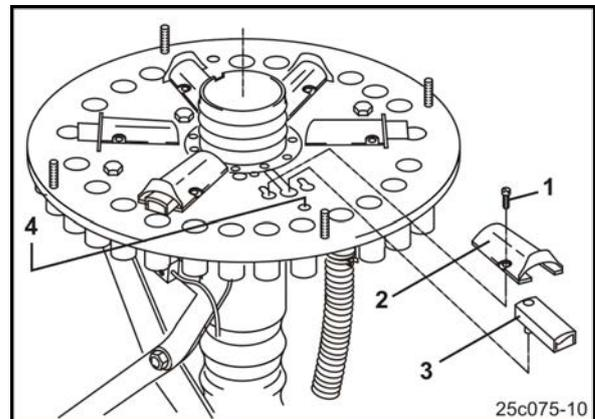

Fig. 147
Die Schieber (Fig. 147/2) bei Nichtgebrauch deaktivieren. Deaktivierte Schieber verschließen die Zuläufe zu den Fahrgassenscharen nicht.
5. Schrauben (Fig. 147/1) lösen.
6. Schiebertunnel (Fig. 147/2) entfernen.
7. Der Schieber (Fig. 147/3) steckt, wie dargestellt, in der Führung.
8. Schieber (Fig. 147/3) umdrehen und in die Bohrung (Fig. 147/4) stecken.
9. Schiebertunnel (Fig. 147/2) auf der Grundplatte anschrauben.